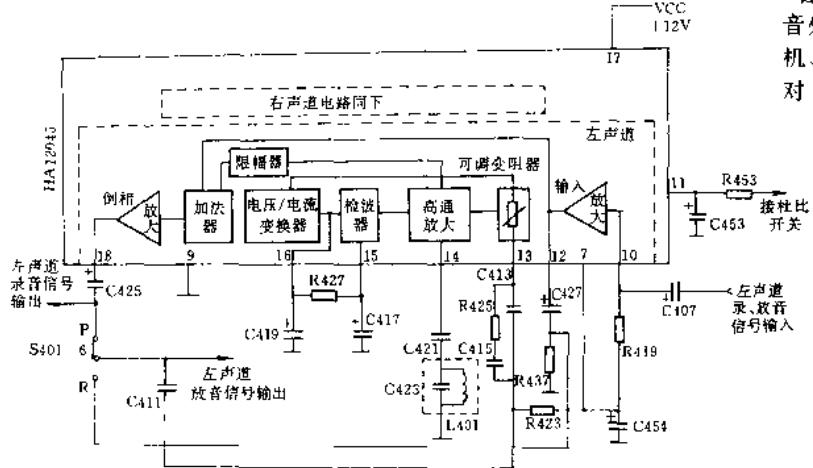

图 4 先锋 DC-X21Z 机杜比降噪电路
该机杜比降噪电路由集成电路 HA12045 及其外围元件组成, 如图 4 所示。(见下页) HA12045 为杜比 B 型降噪电路, 其内部有两个完全独立的降噪系统。表 4(见下页) 为 HA12045 各引脚功能表。下面以左声道为例介绍其工作过程。
图 4 电路中, S401—6 为录放开关; 由 HA12045 内可调变阻器和电容 C413、C415、电阻 R425 等组成可变高通滤波器。录音时, S401—6 置于录音(R)位置, 左声道信号从 HA12045⑩脚输入, 经放大后, 一路作为主信号直接送至加法器上, 另一路从⑫脚输出, 经 C427、S401—6 加至可变高通滤波器, 由其控制让低电平时的高频成分通过, 并